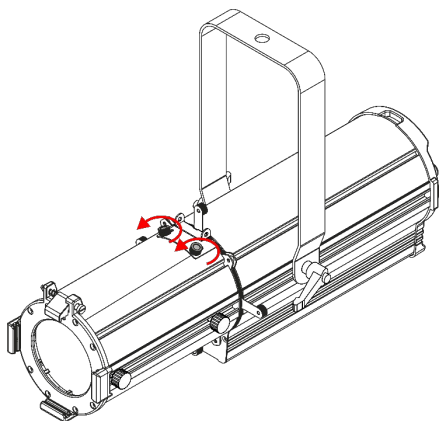

Fig. 16
- 01) Allentare le due **viti della piastra di copertura (10)** (vedere Fig. 16). **Non rimuovere le viti a testa zigrinata.**